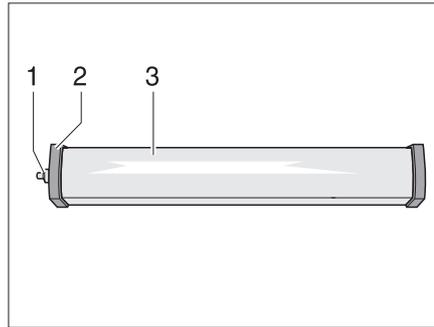

Bild 288 Raumleuchte
- Kappe (Bild 288,1) abschrauben.
- Deckel (Bild 288,2) abnehmen.
- Leuchtenabdeckung (Bild 288,3) leicht zusammendrücken und abnehmen.